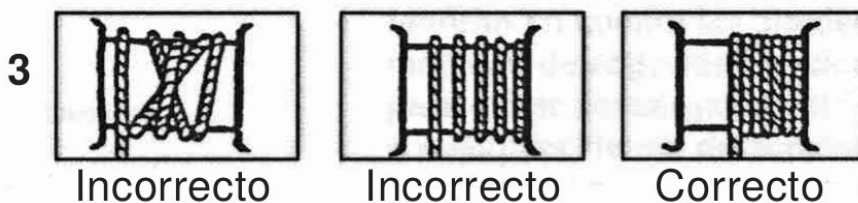

FIG. 3 — Enrolamento do cabo: incorreto / incorreto / correto
- 15) O cabo deve enrolar-se como se indica na Fig. 3.
ENROLAMENTO DO CABO (FIG. 3)